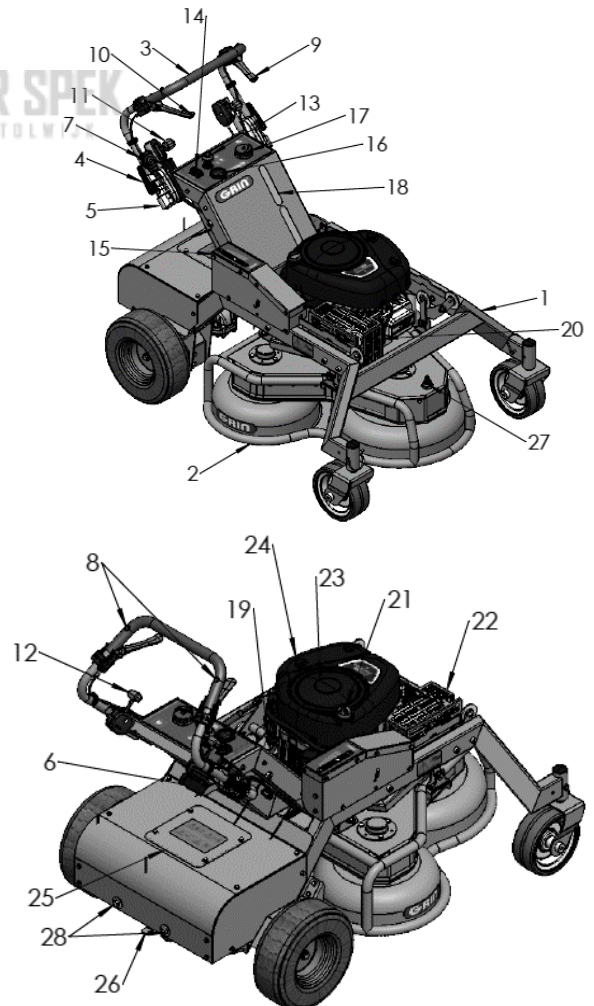

Abb. 7 - Komponenten der Maschine
Ihr Grin XM wird mit Öl im Motor ausgeliefert. Nach ca. 5 Betriebsstunden wird empfohlen, den Ölstand mit dem Ölmesstab (Abb.7\_21) zu prüfen und ggf. nachzufüllen. Ölmenge und -typ sind dem Motorhandbuch zu entnehmen.
2. Den Tankdeckel abschrauben (Abb. 7\_17), nachdem er und der Bereich um ihn von evtl. Verunreinigungen befreit wurden.
3. Füllen Sie mit Hilfe eines Trichters normales grünes Benzin ein. Sie können den Benzinstand mit Hilfe der Kraftstoffstandanzeiger an der Maschine überprüfen (Abb.7\_18) Füllen Sie nicht über den sichtbaren Stand hinaus auf, lassen Sie Raum für die Kraftstoffausdehnung. Evtl. übergelaufenes oder verschüttetes Benzin sofort beseitigen und dem Benzin kein Öl zumischen.
6. Öffnen Sie den Benzinhahn zwischen Tank und Motor. (Abb.7\_19). Es wird empfohlen, den Hahn während des Transports immer zu schließen, damit nicht zu viel Benzin in den Motor gelangt.
**Hinweis: Stellen Sie bei kaltem Motor den Hebel zur Einstellung der Motordrehzahl (Bild 7\_12) in die Choke-Stellung.**
**!!! ACHTUNG !!!** Nach dem Anlassen des Motors ist der Drehzahlverstellhebel (Bild 7\_12) sofort aus der Position Choke zu entfernen.
Ihr XM ist mit einer elektronischen, millimetergenauen Mähhöhenverstellung ausgestattet. Drücken Sie nach dem Einschalten des Geräts die Taste für die Höheneinstellung (Abb. 7\_14), um das Schneidsystem anzuheben oder abzusenken. Sie können die eingestellte Höhe über die Höhenanzeige (Abb.7\_15) ablesen. Wenn Sie den Anzeiger in Richtung des grünen Bereichs bewegen, wird die Mähhöhe erhöht. Wenn Sie den Anzeiger in Richtung des roten Bereichs bewegen, wird die Mähhöhe verringert. Für einen optimalen Schnitt wird empfohlen, die Anzeige nicht in den roten Bereich zu bringen.
1. Lösen Sie nach dem Anlassen des Motors die Feststellbremse, indem Sie den Hebel (Abb.7\_6) nach rechts und dann nach oben bewegen.
2. Nachdem Sie überprüft haben, dass die Mähhöhe korrekt ist, starten Sie das Schneidsystem, indem Sie den gelben Pilz am Armaturenbrett anheben (Bild 7\_13).
3. Bewegen Sie den Schalthebel (Abb. 7\_11) nach vorne oder hinten. Bewegen Sie den Hebel behutsam, um die Geschwindigkeit allmählich zu verändern, insbesondere wenn Sie den Rückwärtsgang einlegen. Abrupte Geschwindigkeitsänderungen können dazu führen, dass der Bediener das Gleichgewicht verliert.
4. Um die Maschine zu lenken, drücken Sie den linken Hebel (Abb.7\_9), um nach links zu fahren und den rechten Hebel (Abb.7\_10), um nach rechts zu fahren. Je fester der Hebel gedrückt wird, desto enger wird die Kurve. Wenn der Hebel ganz gedrückt wird, dreht sich die Maschine um sich selbst.
1. Bringen Sie den Vorwärts/Rückwärts-Hebel (Bild 7\_11) in die Neutralstellung (N)
2. Ziehen Sie die Feststellbremse an, indem Sie den Hebel nach unten bewegen (Abb.7\_6).
3. Schalten Sie das Schneidsystem aus, indem Sie auf den gelben Pilztaster am Armaturenbrett drücken (Abb.7\_13).
4. Lassen Sie die Sicherheitstasten (Abb.7\_8) los, um die Maschine auszuschalten.
1. Lösen Sie die Befestigungsschrauben des On-Board-Kits (Abb.7\_28), positionieren Sie die Platte und ziehen Sie die Schrauben wie in der Abbildung oben an. Ziehen Sie die Schrauben mit einem Drehmoment von 50 Nm an.
- III. Öffnen Sie das Batteriefach, indem Sie die vier Schrauben lösen, mit denen die Klappe befestigt ist (Abb.7\_25). Klemmen Sie die Batterie ab und schließen Sie sie an ein Ladeerhaltungsgerät an.